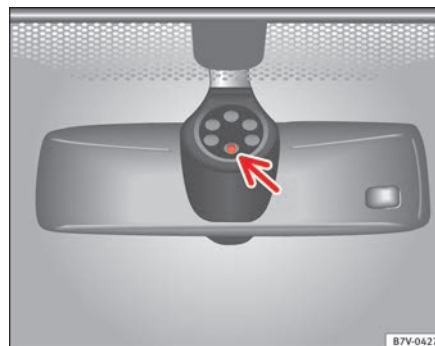

Fig. 70 Superfície sensível do sensor de chuva.
As possíveis causas de anomalias e interpretações erróneas na zona da superfície sensível ⇒ Fig. 70 do sensor de chuva são, entre outras:
- Limpe regularmente a superfície sensível do sensor de chuva e verifique possíveis danos nas escovas ⇒ Fig. 70 (seta).